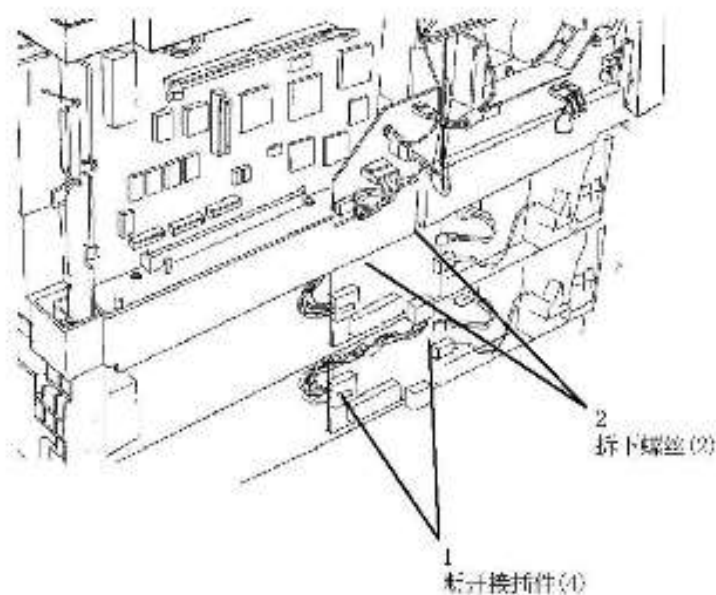

图 1 拆下纸盘 1 或纸盘 2 控制 PWB
2. 拆下纸盘 1 或纸盘 2 控制 PWB (图 1)。
- a. 断开接插件 (7)。
- b. 拆下螺丝 (2)。